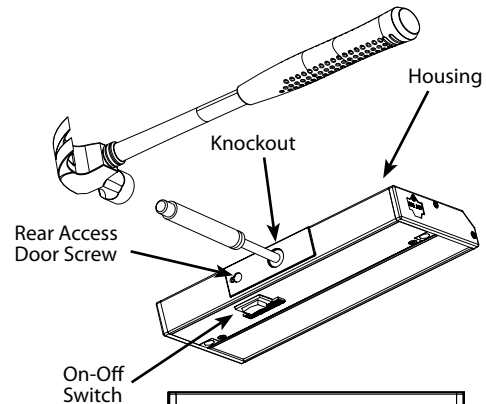

Fig: 1
- Rear access door knockout (Fig. 1).